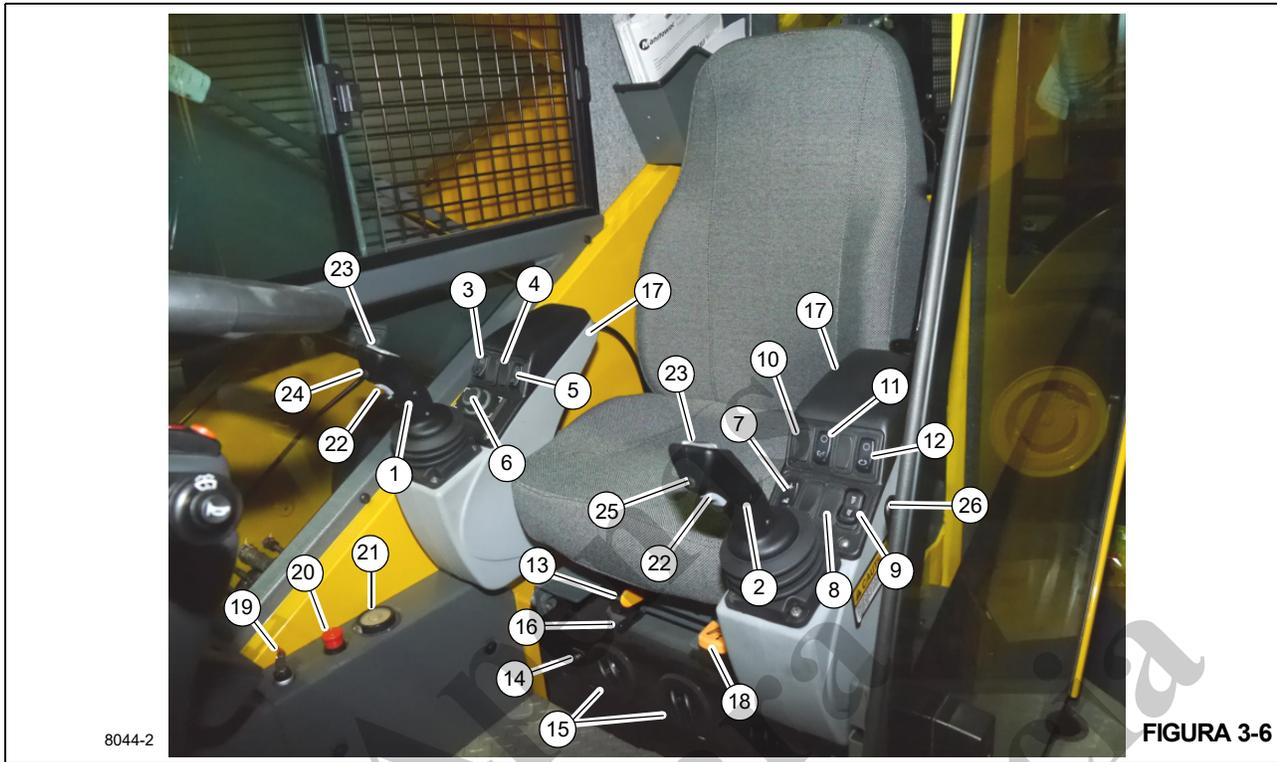

FIGURA 3-6
A alavanca de controle de elevação da lança/guincho principal (1) (Figura 3-6) localiza-se no apoio de braço direito. Quando empurrado para a direita o controlador abaixa a lança, empurrado para a esquerda ele eleva a lança.
A alavanca de controle do giro/telescópio ou do giro/guincho auxiliar (Swing/Tele ou Swing/Aux) (2) (Figura 3-6) localiza-se na extremidade do apoio de braço esquerdo. A alavanca controla as funções do telescópio e de giro quando o guindaste não está equipado com um guincho auxiliar.
A chave de ativação do guincho principal (3) (Figura 3-6) é uma chave temporária localizada no apoio de braço direito. Pressione uma vez para ativar o guincho; pressione novamente para desabilitar o guincho. Pressionar a chave duas vezes rapidamente ativa o guincho em velocidade máxima. Pressionar a chave uma vez e mantê-la pressionada por cerca de 2 segundos também ativa a alta velocidade.
A chave de contorno de elevação da lança (4, Figura 3-6) é uma chave momentânea de duas posições que está localizada no apoio de braço direito. Quando a função de elevação estiver ativada e em uma condição de bloqueio do RCL, pressionar e soltar a Chave de contorno de elevação da lança ativará a elevação da lança.
A chave de ativação da função de elevação (5) (Figura 3-6) é uma chave temporária que ativa a elevação e o abaixamento da lança.
O controle do indicador de solavanco (6) (Figura 3-6) está localizado no descanso de braço direito. Ele seleciona e escolhe funções nas telas para navegar pelo Sistema de controle do guindaste.
A chave de ativação da função do estabilizador (7) (Figura 3-6) permite que o operador alterne entre extensão/retração dos estabilizadores e elevação/abaixamento dos macacos. Pressione e segure a chave para forçar o mostrador inferior a ir para a página do estabilizador.
A chave de bloqueio do diferencial (8) (Figura 3-6) localiza-se no apoio de braço esquerdo. Ela aciona a função de bloqueio do diferencial para obter tração adicional quando a tração nas quatro rodas estiver selecionada. Ela pode ser ativada por um máximo de 30 segundos por vez.
A chave de controle da direção traseira (9) (Figura 3-6) tem três posições, centralizada por mola na posição desligada e está localizada no apoio de braço esquerdo. Pressione a parte inferior da chave para acionar uma válvula de controle para virar as rodas traseiras para esquerda, fazendo com que o guindaste vire para a direita. Pressione a parte superior da chave para acionar uma válvula de controle para virar as rodas traseiras para a direita, fazendo com que o guindaste vire para a esquerda. Quando as rodas não estão centralizadas, o ícone Rodas não centralizadas acende no mostrador operacional CCS. Liberar a chave faz com que ela retorne para a posição central desligada.
A chave de ativação do guincho auxiliar (10) (Figura 3-6) localiza-se no apoio de braço esquerdo. Ela ativa o guincho auxiliar e configura a mesma velocidade alta que a chave de ativação do guindaste principal define para o guindaste principal.
A chave de ativação do telescópio da lança (11) (Figura 3-6) localiza-se no apoio de braço esquerdo. Ela ativa a função de telescópio da lança para o Pedal de controle do telescópio, ou para a alavanca de controle (joystick) se não houver guincho auxiliar.
A chave de ativação de giro (12) (Figura 3-6) localiza-se no apoio de braço esquerdo. Esta chave de duas posições (Ligado/Desligado) é usada para controlar uma válvula hidráulica que direciona um fluxo regulado de pressão do e para o freio de giro. Quando o joystick mover-se para girar o guindaste, o freio é solto. Quando o guindaste parar de girar, o freio de giro é reativado.
Mover a alavanca de deslizamento do assento (13) (Figura 3-6) desliza somente o assento para frente ou para trás.
A unidade climática do ar-condicionado/aquecedor da cabine (14) (Figura 3-6) localiza-se na cabine, sob o assento do motorista. As saídas (15) fazem parte da unidade climática e podem ser ajustadas para direcionar o fluxo de ar.
Mover a alavanca de deslizamento da estrutura do assento (16) (Figura 3-6) desliza o assento e os apoios de braço para frente ou para trás.
Os apoios de braço esquerdo e direito e os controles dos apoios de braço podem ser ajustados por meio dos botões de ajuste (17) (Figura 3-6) localizados sob a parte traseira dos apoios de braço. Pressione o botão para girar todo apoio de braço, e solte o botão na posição desejada.
Para ajustar a altura do assento, eleve a alavanca de ajuste de altura (18) (Figura 3-6) e ajuste o assento conforme necessário.
O fim de curso de contorno (19) (Figura 3-6) é um interruptor com chave momentâneo de três posições. Apenas em uma situação de emergência, gire o interruptor no sentido horário ou anti-horário e mantenha-o assim para contornar os vários sistemas de limitador no guindaste.